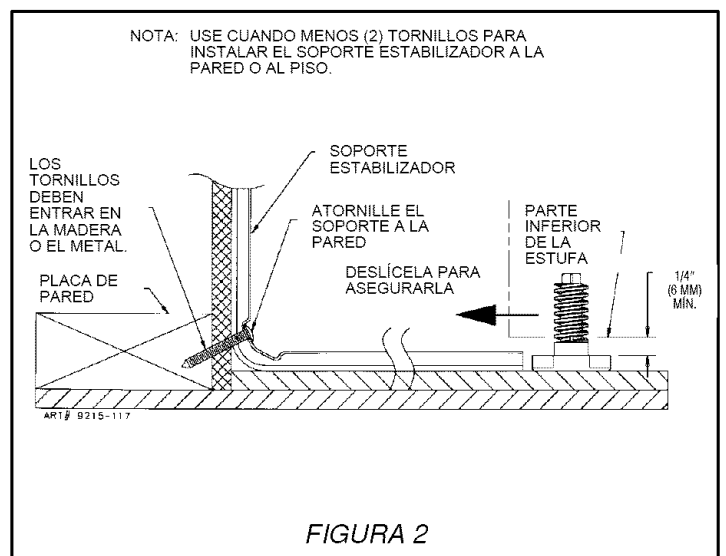

FIGURA 2
orificio según se muestra en la figura 2. (Puede utilizarse un clavo o una lezna si no tiene una broca). Asegure el soporte ESTABILIZADOR al piso con los dos tornillos que se proporcionan según se muestra en la figura 2. Continúe con el PASO 3.
- Alinee la estufa en la ubicación que se desee y deslícela hacia atrás en su lugar. Nota: Se necesita una distancia mínima de 1/4” (6 mm) entre la estufa y la pata niveladora que asegurará el SOPORTE ESTABILIZADOR, vea la figura 2.